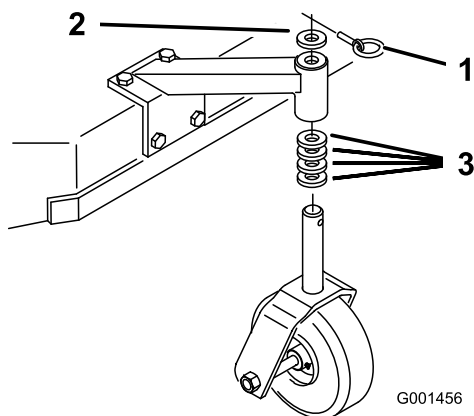

Figure 19
1. En vous reportant à la Tableau des hauteurs de coupe (page 25), ajustez les entretoises des roues pivotantes en fonction du trou de réglage de l'essieu sélectionné (Figure 19).
2. Retirez la goupille de verrouillage, sortez la roue pivotante de son support et changez les entretoises (Figure 19).
3. Mettez la roue pivotante en place dans le support et insérez la goupille de verrouillage (Figure 19).